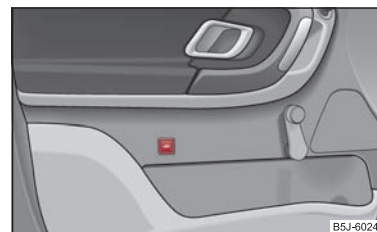

Abb. 32 Taste der Innenraumüberwachung
- Drücken Sie die Taste  an der Fahrertür ⇒ Seite 43, Abb. 32.